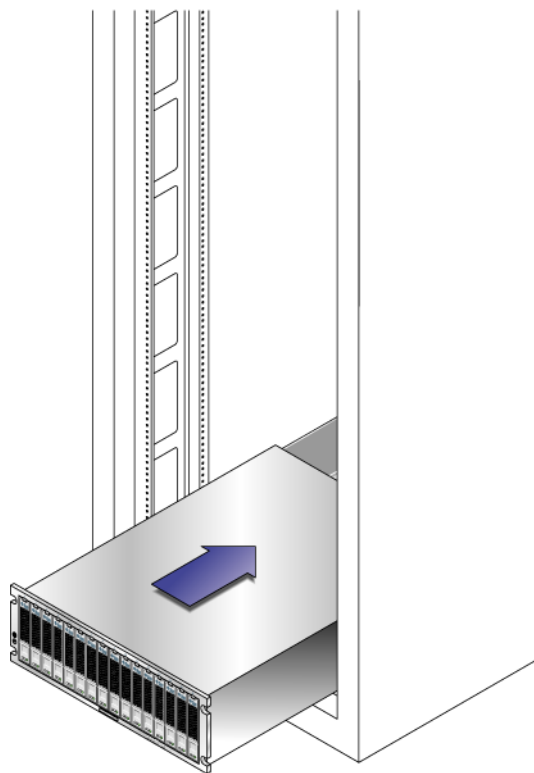

図 2-31 キャビネットへのトレイの押し込み
2. トレイの前部の縁がキャビネットの縦の面に当たるまで、トレイをキャビネットに慎重に押し込みます (図 2-31)。